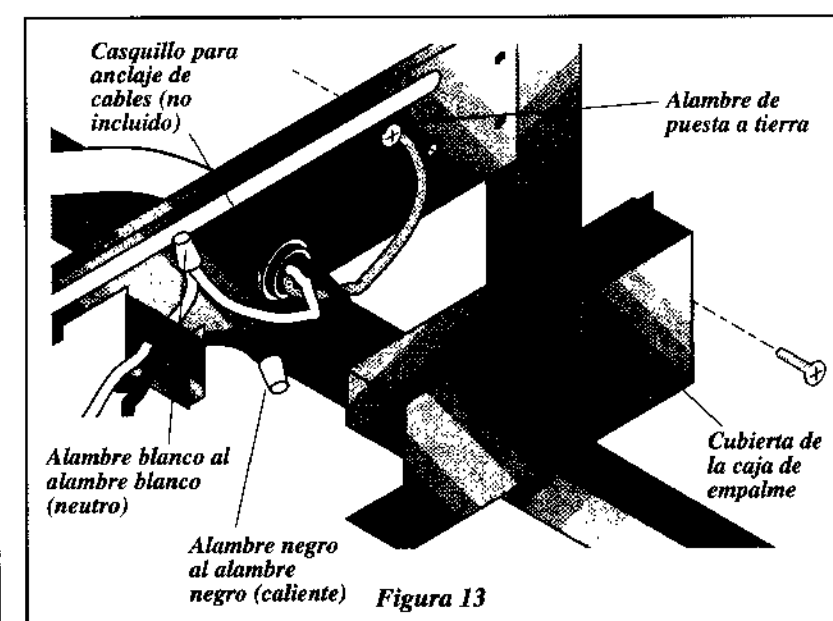

Figura 13
3. Dentro de la caja de empalme, instale el alambre de puesta a tierra, debajo de la cabeza del tornillo de puesta a tierra y apriete. Ver Figura 13.
5. Vuelva a colocar la tapa de la caja de empalme. Ver Figura 13.